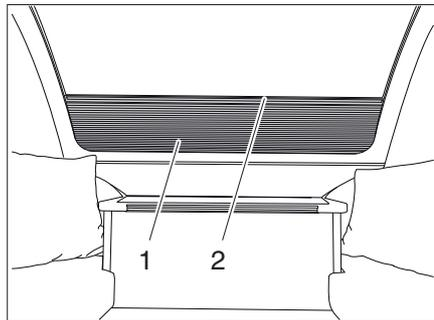

Bild 42 Verdunklungsrollo Bugfenster
- Verdunklungsrollo an der Einkerbung (Bild 42,2) nach oben ziehen.
- Verdunklungsrollo (Bild 42,1) an der Einkerbung (Bild 42,2) nach unten ziehen.